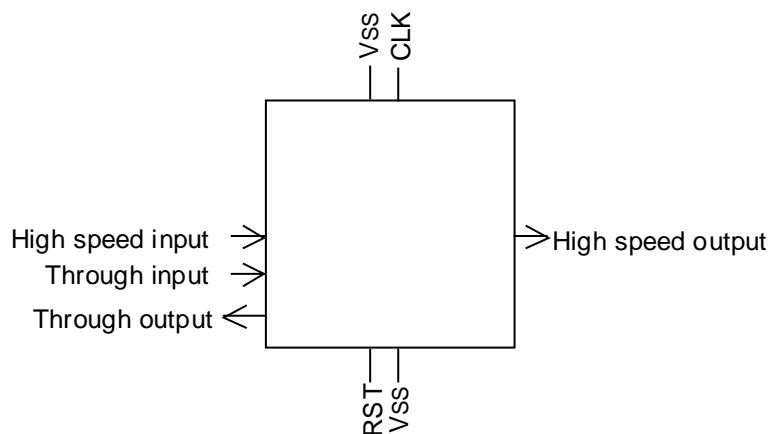

図 7-3 クリティカル信号配置例 1
- (a) クロック系、リセット系などのノイズの影響を小さくする必要のある端子は、出力端子から離し電源端子の近くに配置してください。(図 7-3)
- (c) 高速で動作する入力、出力端子は IC (パッケージ) 辺中央付近に配置してください。(図 7-3)
- (d) 特定の入力端子から出力端子までの遅延値がお客さまの仕様に対し余裕がない場合には、これらの入出力端子を近傍に配置してください。(図 7-3)